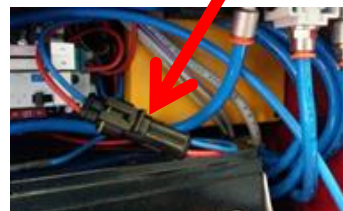

Abbildung: 22
- Trennen Sie den Akku, indem Sie den Stecker am Akku ziehen (siehe Abbildung 22).